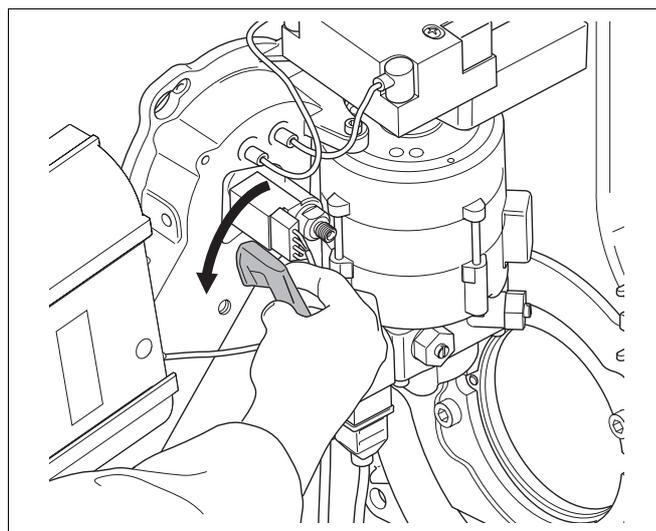

Fig. 74 Smontare il supporto angolare
- Ruotare il supporto angolare di 90 ° in senso antiorario e rimuovere il supporto angolare (fig. 74).